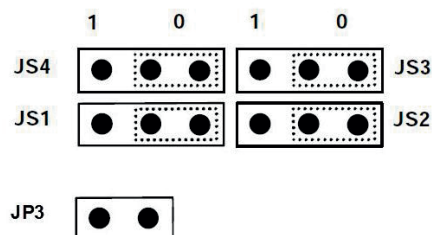

Рис. 20. Переключки
**P5:** с помощью этого потенциометра можно установить время антитактового режима от 30 до 180 секунд. (проверьте положение переключки JS3, см. рис. 20)